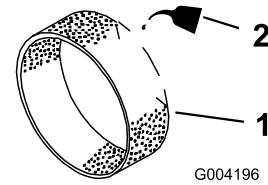

Bild 14
3. Gießen Sie 30 - 60 ml Öl auf den Vorfilter (Bild 14).